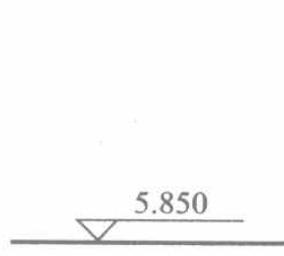

图 1-1 平面图中管道标高标注法
- 1) 平面图中，管道标高应按如图 1-1 所示的方式标注。